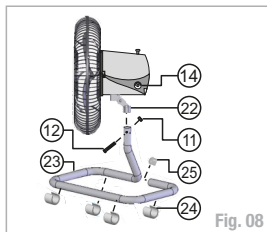

Fig. 08
Encaixe o acoplamento (22) na base de mesa (23), fixando-o com o parafuso (12) e a porca (11). Coloque as bases plásticas (24) e a ponteira (25) na base de mesa (23), conforme, fig. 08.